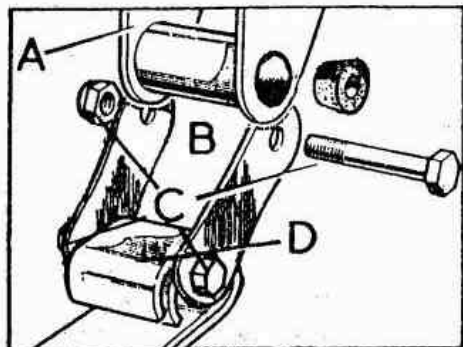
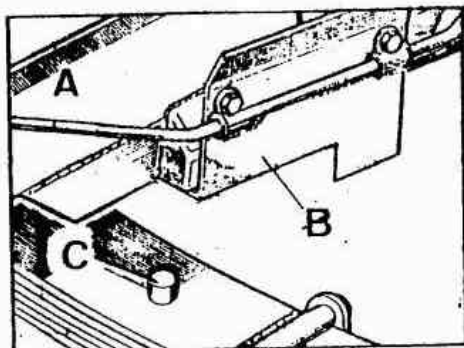

Fig. E -65 Elementos de fijación trasero para la ballesta
Fig. E -66 Posición correcta del protector de tubería
- 3.05. Aflojar los seis bulones de las ballestas traseras (Fig. E -65) y extraer los dos bulones, C, teniendo en cuenta que están roscados a las placas - internas de las gemelas, B.
- 2.4. Utilizando un gato, se elevará sucesivamente cada ballesta, situando los protectores, B (Fig. E -66) de las tuberías de frenos en su posición correcta y se fijarán los extremos traseros de las ballestas al bastidor, pero no se apretarán los bulones y contratuercas en esta fase (Fig. E -65).